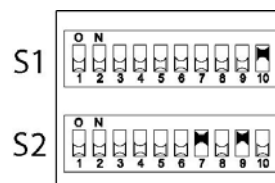
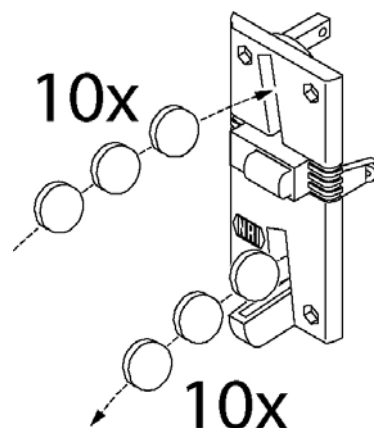

Fig. 21
Fig. 22
1. De volgende DIL-schakelaars op Schakelaarblok S2 naar boven op ON zetten (Fig. 21).
b) zet daarna S2-7 muntkanaal 6 (TM) op ON
2. Minstens 10x een token inwerpen (Fig. 22). (niet 10x dezelfde). Na inworp van de 10 munten trekt de blockerspoel (inwendig) eenmaal aan.